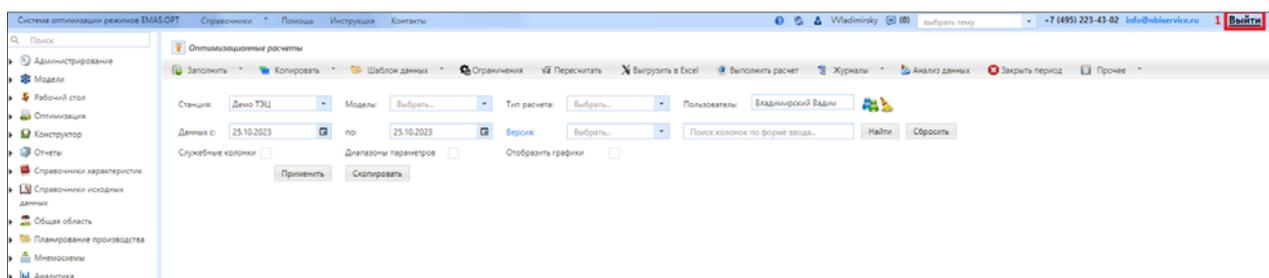

Рисунок 3.1.3 – Завершение работы с ИАС
Выход из ИАС осуществляется нажатием кнопки (1) «Выйти» (рис. 3.1.3).